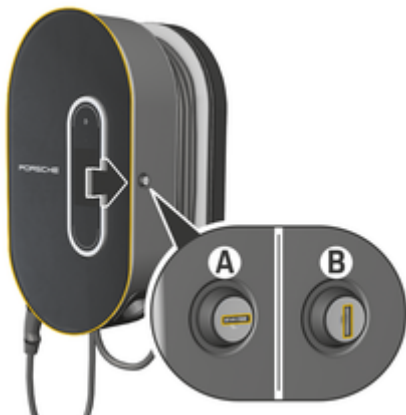

Рис. 150 Зарядна док-станція
- ▶ Поверніть замок у положення А (Рис. 150).
- ▶ Поверніть замок у положення В (Рис. 150).